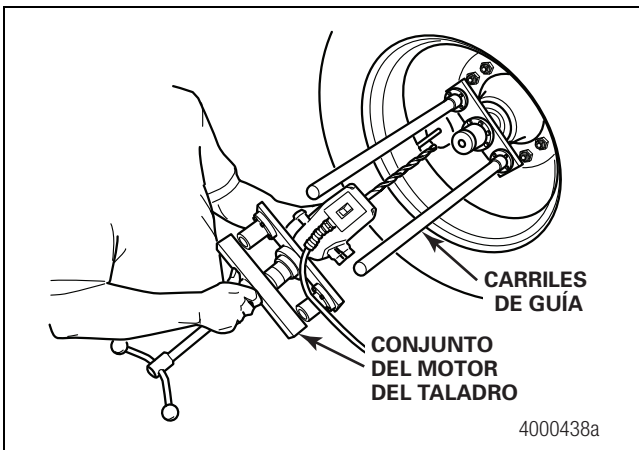
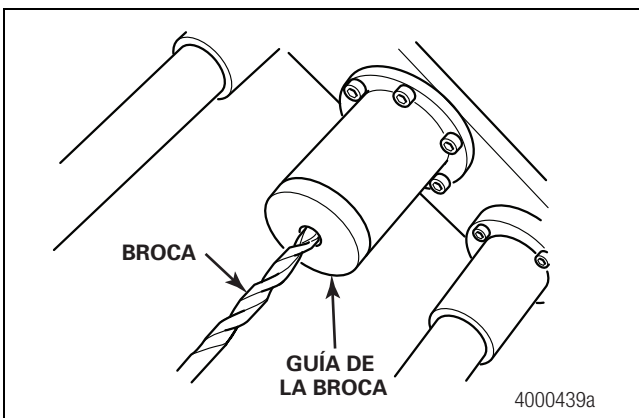

Figura 2.31
Figura 2.32
7. Deslice el conjunto del motor del taladro sobre los carriles de guía. Asegúrese de que la broca está insertada dentro de la guía de broca. Figura 2.31 y Figura 2.32.